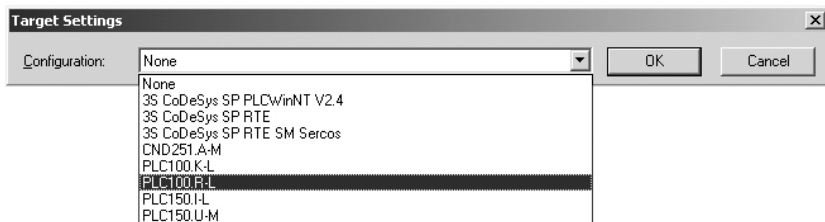

Рисунок 7.1 - Окно выбора Target-файла
7.2 После создания проекта нужно выбрать Target-файл, соответствующий названию контроллера. Target-файл предварительно должен быть инсталлирован (см. п. 6.2). Окно выбора Target-файла представлено на рис. 7.1.